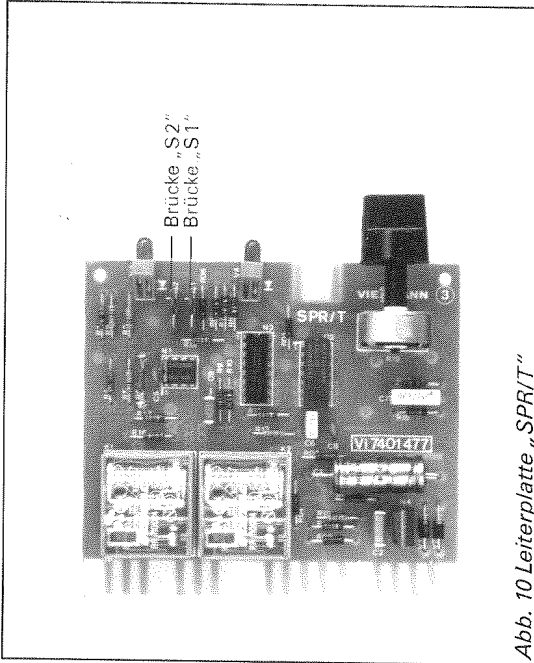

Abb. 10 Leiterplatte „SPR/T“
2. Brücke „S 1“ auf der Leiterplatte öffnen (Abb. 10 auf Seite 8).
2. Brücke „S2“ auf der Leiterplatte öffnen (Abb. 10).